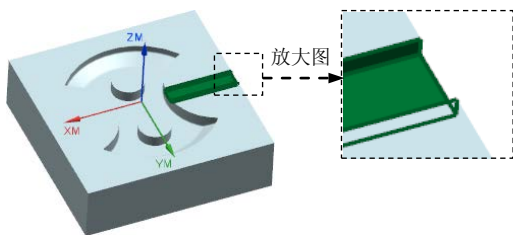

图 21.13 指定切削区域面
Step2. 在图形区中选取图21.13所示的面(共3个)为切削区域,然后单击“切削区域”对话框中的**确定**按钮,系统返回到“剩余铣”对话框。